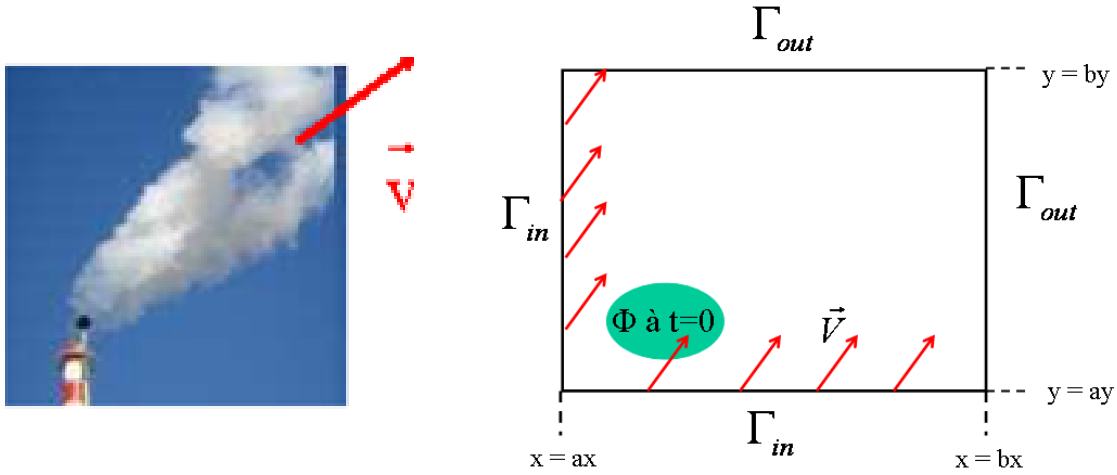

Figure 5: A gauche : dispersion de fumée dans l'atmosphère. A droite : Domaine de calcul Ω .
Ce TP concerne la modélisation d'un polluant dispersé par un fluide comme représenté sur la figure 5 (gauche). Le transport de ce polluant est modélisé par une équation de convection-diffusion instation-
On suppose que la vitesse $\mathbf{v}$ du fluide est telle que représentée sur la figure 5, et on distinguera les frontières d'inflow Γ_{in} (telles que $\mathbf{v} \cdot \mathbf{n} < 0$) où sont imposées des conditions de Dirichlet homogènes ($\phi|_{\Gamma_{in}} = 0$), et les frontières d'outflow Γ_{out} (telles que $\mathbf{v} \cdot \mathbf{n} > 0$) où le fluide transporte le polluant à l'extérieur du domaine de calcul, et où sont imposées des conditions de Neumann homogènes ($\frac{\partial \phi}{\partial \mathbf{n}}|_{\Gamma_{out}} = 0$).
- **Sketching mode:** where you draw the contours of the geometry with the help of the various sketching tools shown in Fig. 5.
Figure 5: Toolbox available for sketching. (a) Draw: tools for drawing elementary 2D entities (lines, rectangles, circles, ...), (b) Dimensions: tools for setting the dimensions of the entities (by mouse selection in the graphic windows), (c) Constraints: tools for imposing constraints on each entities to assemble the final geometry (alignment with the axes, etc...), (d) Settings: tools for displaying grid lines in the graphic window to make sketching easier.